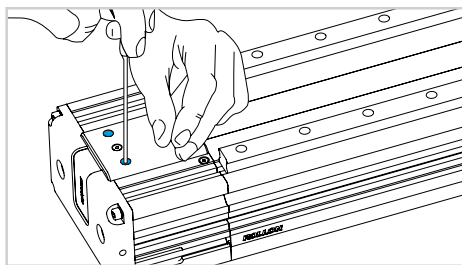

Fig. 4
- 3) Sganciare la piastra sulla testata folle allentando solo le 4 viti esterne (Fig.4).